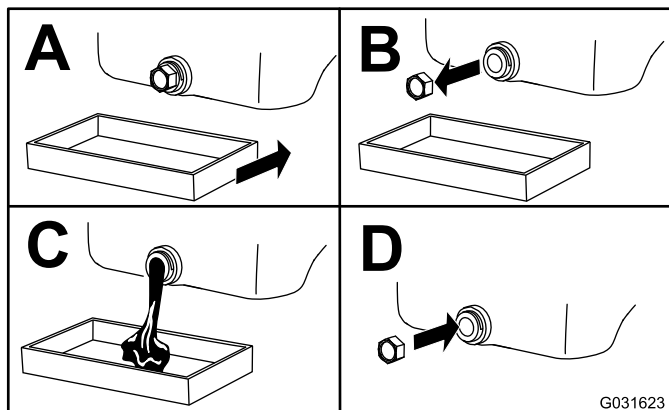

Figure 37
3. Vidangez l'huile (Figure 37).